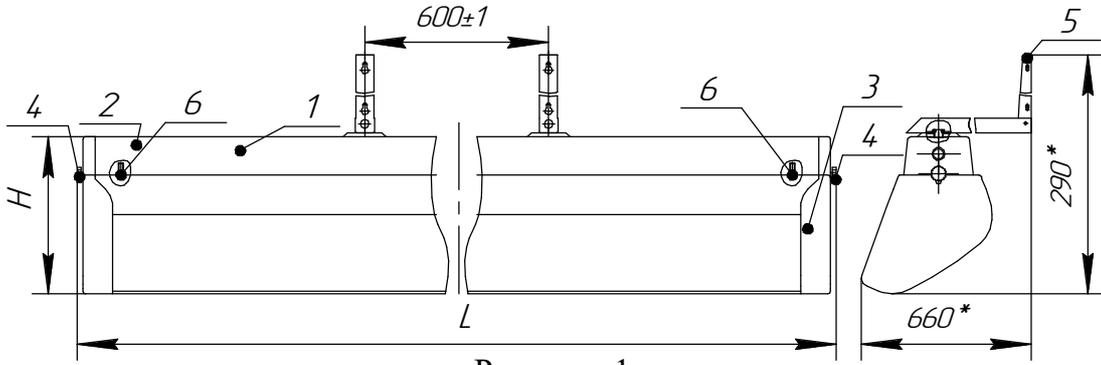

Рисунок 1
4.1 Светильник состоит из корпуса в сборе поз. 1, в котором размещена электрическая схема, отражателя поз. 2, который крепится 2 винтами М4 к корпусу в сборе, двух крышек поз.3, которые крепятся к корпусу при помощи специальных винтов поз.4, двух узлов подвеса поз.5 рис. 1,2,3.
6.3.1 Отверните винты специальные поз.4 рис.1, снимите крышки поз.3.
6.4.1 Отверните винты специальные поз.4 рис.1, снимите крышки поз.3.